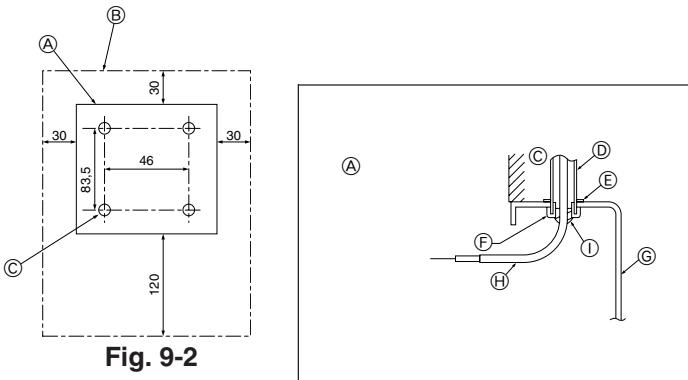

Fig. 9-2
- (1) Selecione uma posição de instalação do controlo remoto. (Fig. 9-2)